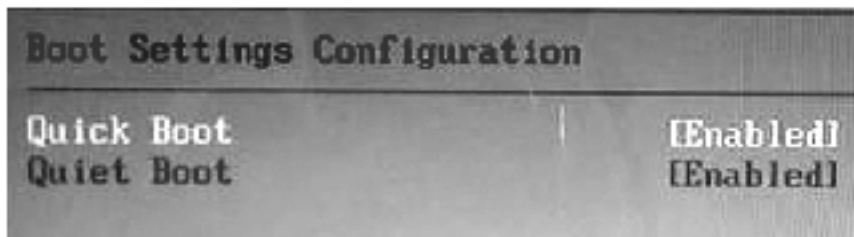

图 2-8 启动选项子菜单设定界面
1) 启动选项设定。单击“Boot Settings Configuration”(启动选项设定)选项, 会进入启动选项子菜单设定界面, 如图 2-8 所示。又分为 Quick Boot (快速启动设置) 和 Quiet Boot (安静启动设置) 两个选项。